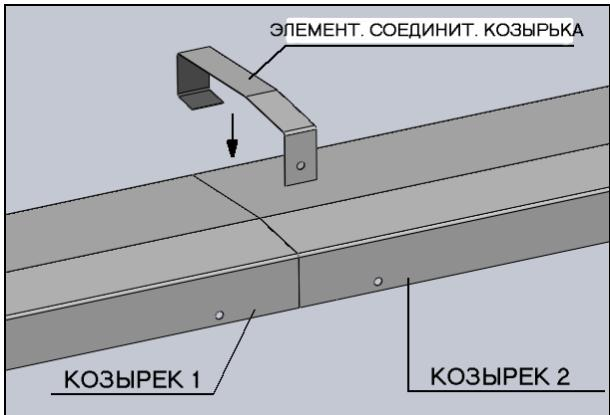

рис. 6
5. Аккуратно, не повреждая покрытие козырьков, установить элемент соединительный козырька на линию стыка козырьков (рис. 6)